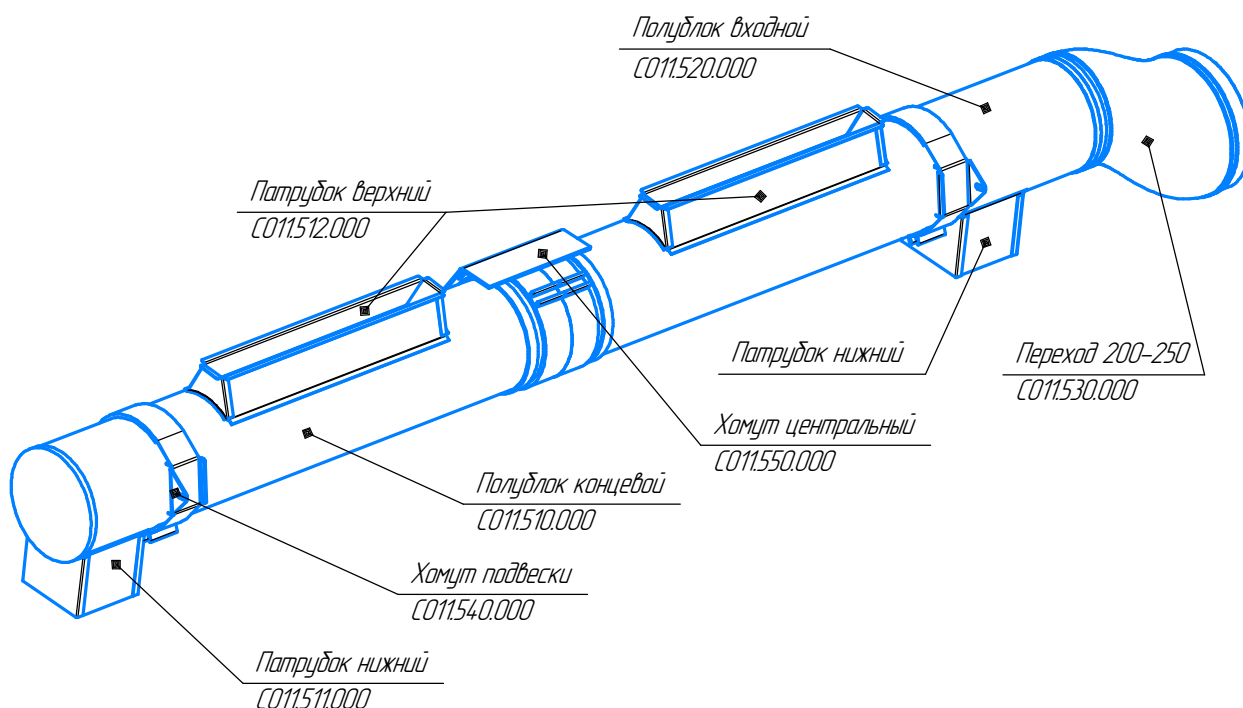

Рис.13. Заслонка С011.500.000.
1.3.5.1 Общий вид заслонки С011.500.000 приведен на рис.13.